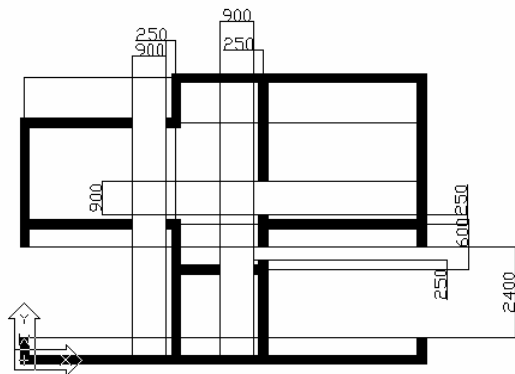

图 7-109
(8)按照上步类似的步骤对图形进行偏移，修剪。结果如图 7-109 所示：